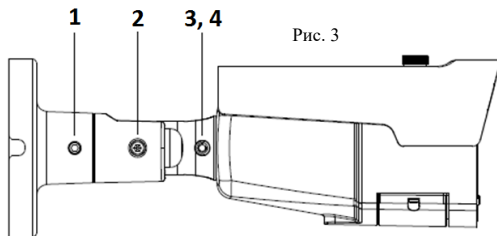

Рис. 3
9. Отпозиционируйте камеру для настройки желаемой зоны просмотра, поворачивая его в любом направлении. Винт 1, 3 и 4 (находится на обратной стороне) отвечают за поворот камеры вокруг своей оси, 2 - по вертикали (Рис.3).